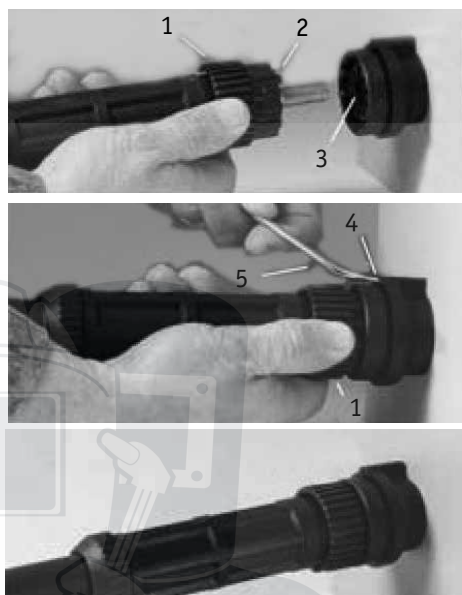

Рис. 5
Вставьте плазмотрон в гнездо на панели аппарата. Обратите внимание, чтобы выступ (1), имеющийся на плазмотроне, совпал с пазом (3) на панельном гнезде аппарата (**рис. 5**).